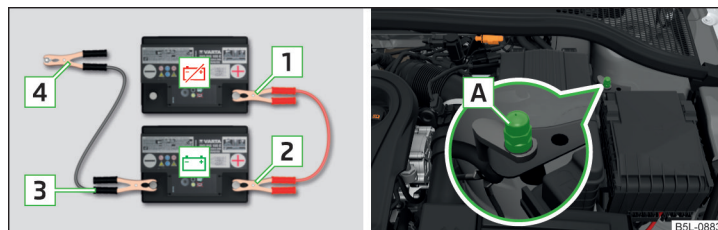

Fig. 178 **Pornirea asistată:** ☹ - bateria descărcată, ☺ - bateria furnizoare de curent/punctul de masă al motorului la sistem START-STOP
- La autovehiculele **cu** sistem START-STOP conectați clema **4** la punctul de masă al motorului **A** » fig. 178.